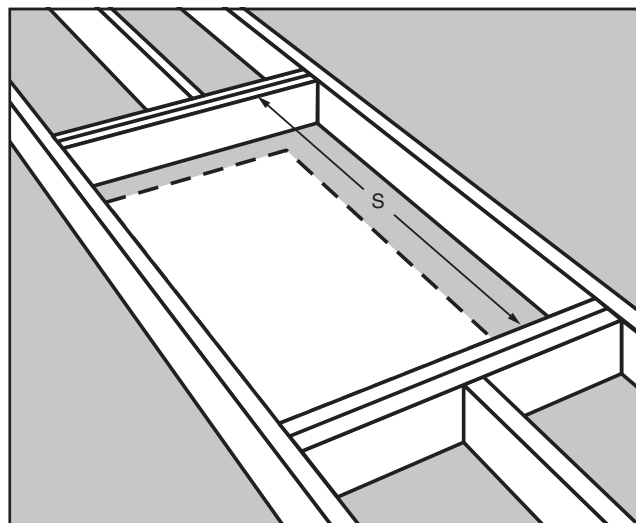

FIGURE 17
**ÉTAPE 1.** Mesurez la longueur d'entretoise "S" entre les rives (Voir la Figure 17).
**ÉTAPE 3.** Si la solive de plafond ne procure pas un côté de l'encadrement, coupez alors une deuxième entretoise de la même longueur que la première. Notez qu'un seul tirant est nécessaire en Figure 17 parce que la solive de plafond constitue un côté de l'encadrement.